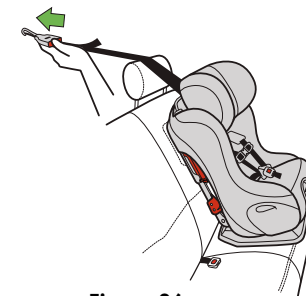

Figura 86
- Oprima el botón de soltar para alargar la correa superior tirando de ésta al mismo tiempo, como se muestra en la **figura 86**.